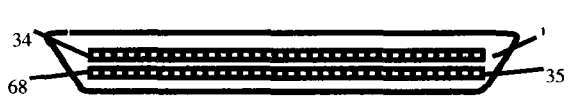

图 1.7 SCSI 3 和 Wide SCSI-2
- ④ SCSI 3 和 Wide SCSI-2, 共有 68 针, 分为两排, 16 位, 如图 1.7 所示。